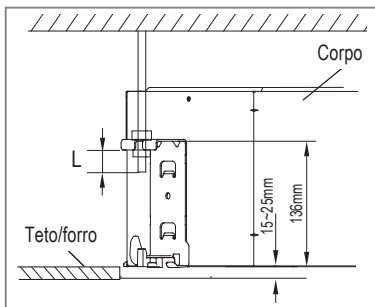

FIG. 14
- h) Ajuste a posição da unidade para garantir um espaçamento por igual entre e os lados e o teto/forro. A parte inferior da unidade deve ter uma diferença de altura entre 15mm e 25mm (Fig. 14) em relação ao teto.